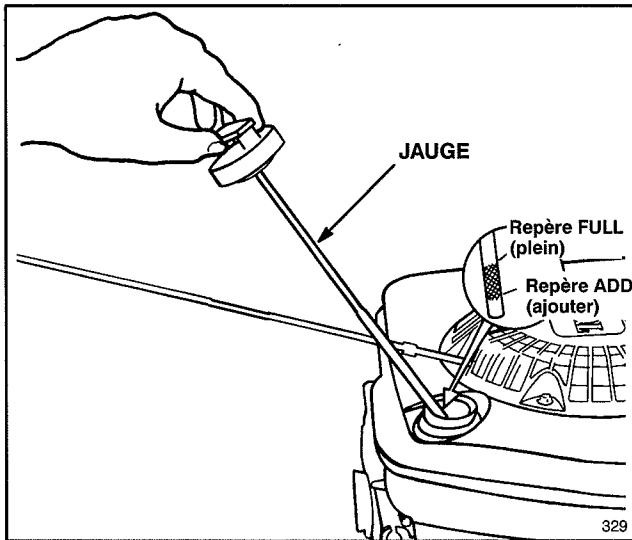

Figure 4
REEMPLIR LE CARTER D'HUILE (Fig. 4)
Avant chaque usage, s'assurer que le niveau d'huile se situe entre les repères ADD et FULL (Fig. 4). Ajouter de l'huile suivant les besoins.
1. Placer la tondeuse sur une surface plane et nettoyer le pourtour de la jauge d'huile (Fig. 4).
3. Essuyez la jauge d'huile et insérez-la dans le col de remplissage. Tournez le bouchon d'un quart de tour dans le sens des aiguilles d'une montre. Enlevez ensuite la jauge d'huile et vérifiez le niveau d'huile (Fig. 4). Si le niveau est bas, ajoutez une quantité d'huile qui soit tout juste suffisante pour amener le niveau à la marque FULL (PLEIN) sur la jauge d'huile. **NE REMPLISSEZ PAS AU DELÀ DE LA MARQUE FULL (PLEIN) CAR LE MOTEUR POURRAIT ÊTRE ENDOMMAGÉ LORS DU DÉMARRAGE.**
1. Nettoyer le pourtour du bouchon d'essence et le retirer (Fig. 4). Remplir d'essence sans plomb jusqu'à 6 ou 13 mm (1/4 ou 1/2 pouce) du haut du réservoir. L'espace laissé libre permettra l'expansion du carburant.